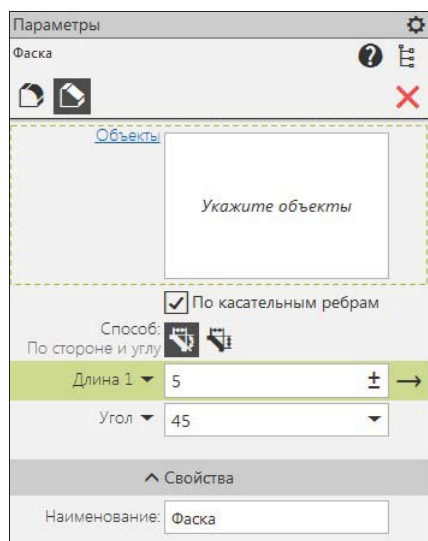

Рис. 21.1. Панель Параметры: Фаска
- ♦ вызовите команду **Фаска**. Укажите ребро или несколько ребер для построения фаски или грань для построения фасок на всех ее ребрах. На панели **Параметры: Фаска** (рис. 21.1) выберите способ построения фаски в группе **Способ**: